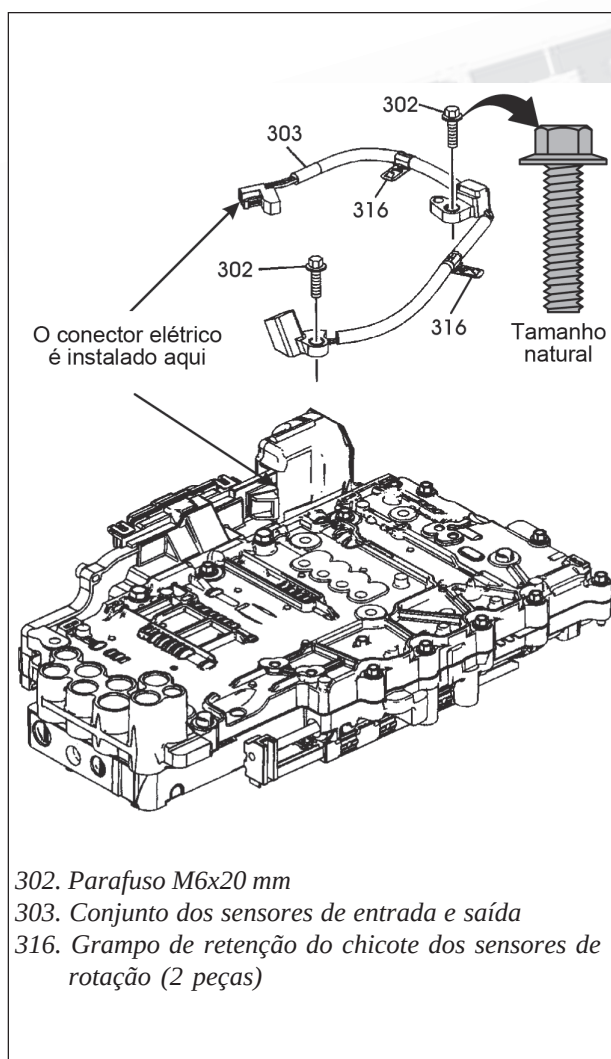

Figura 151
34. Instale o conjunto dos sensores de entrada e saída, conforme mostra a figura 151, e aperte seus parafusos de fixação com um torque de 12 Nm.
35. Ligue o conector elétrico do chicote dos sensores no TCM, conforme mostra a figura 151.